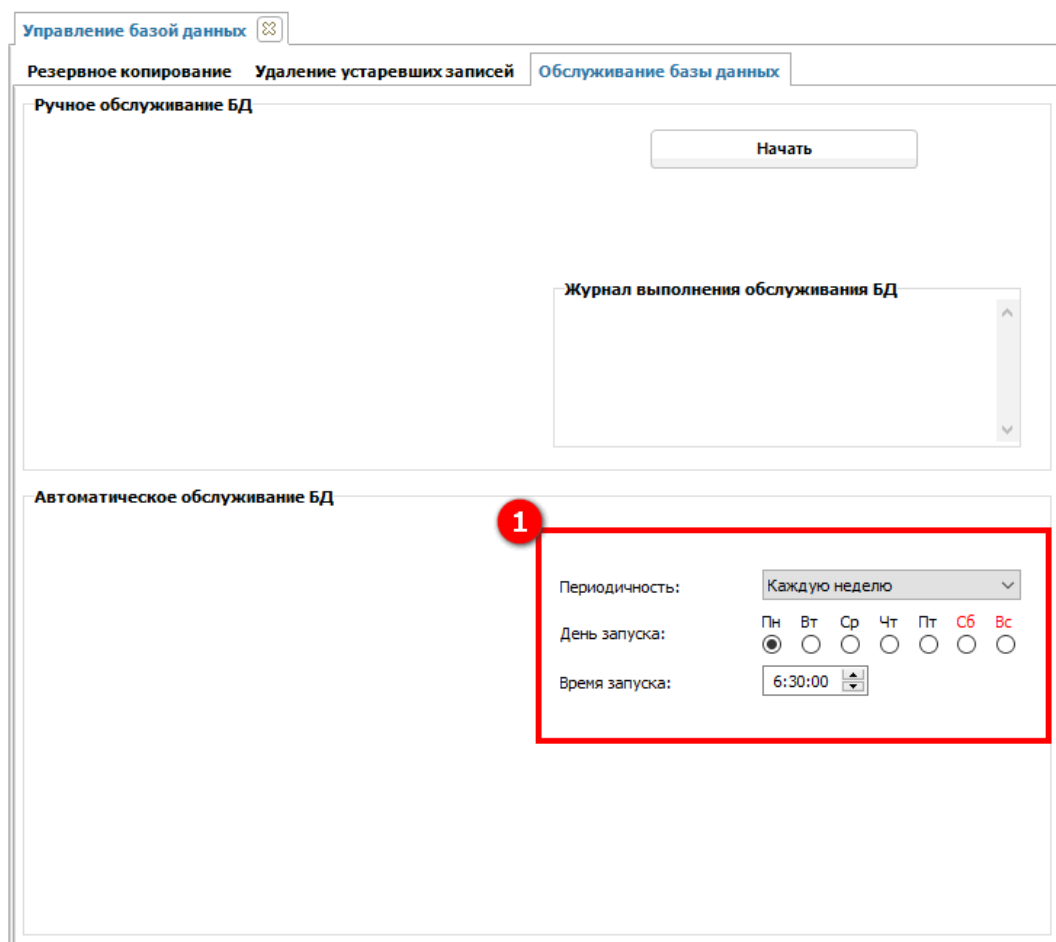

Рисунок 263 – Автоматическое обслуживание БД
Для проведения процедуры обслуживания БД в автоматическом режиме необходимо указать периодичность проведения и время запуска (1) (см. рисунок 263).